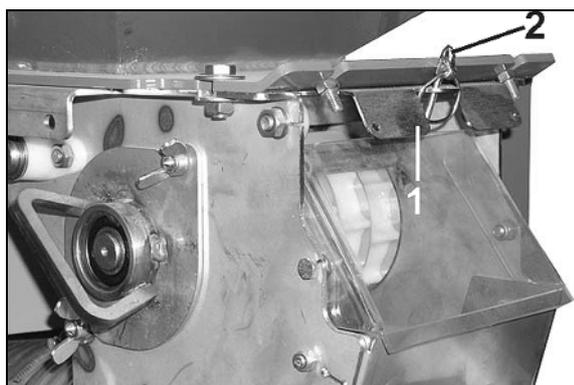

Fig. 34
1. Den Klappstecker (Fig. 34/2) entfernen (nur erforderlich zum Verschließen des gefüllten Saatgutbehälters mit dem Schieber (Fig. 34/1)).